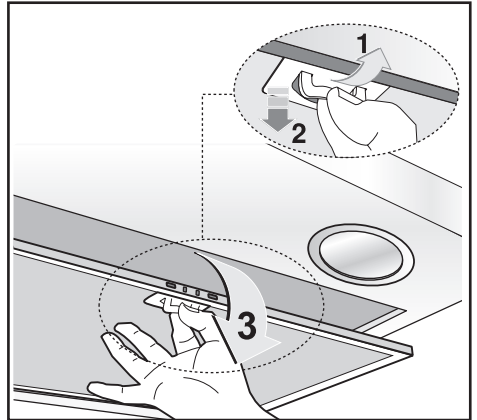

Fig.7
- La distancia mínima entre la superficie de soporte de los recipientes de cocción en el dispositivo de cocción y la parte más baja de la campana de cocina debe de al menos 65 cm. Si debe usarse un tubo de conexión compuesto de dos o más partes, la parte superior debe estar fuera de la parte inferior. No conecte la descarga de la campana a un conducto en el que circule aire caliente o que sea utilizado para evacuar los humos de aparatos alimentados por una energía que no sea eléctrica. Antes de efectuar las operaciones de montaje, para una más fácil maniobrabilidad del aparato, extraer el/los filtro/s antigrasa (Fig.7).